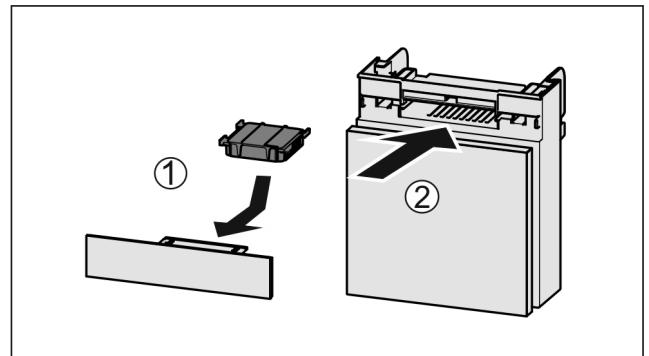

Fig. 40
- ▶ Insérer le filtre à charbon actif d'après le schéma Fig. 40 (1).
- ▶ Insérer le compartiment Fig. 40 (2).